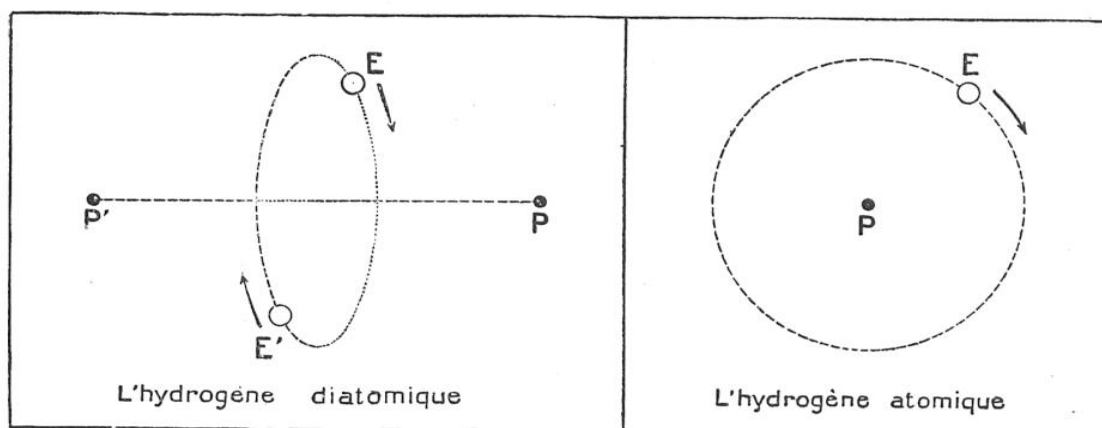

FIG. 4 ET 5. — COMPARAISON ENTRE L'HYDROGÈNE ORDINAIRE ET L'HYDROGÈNE ATOMIQUE
à la fois, 2.000 fois plus fin et 2.000 fois plus lourd que l'électron. Par suite, la molécule d'hydrogène a la structure représentée par la figure 4 : P et P' sont les deux protons ; E et E', les deux électrons ; les deux protons sont fixes et les électrons tournent sur une circonférence située dans le plan perpendiculaire mené à P P' en son milieu.
Les lois de la chimie physique permettaient de prévoir qu'à très haute température, les molécules d'hydrogène diatomique (fig. 4) seraient capables de se scinder en deux, pour donner deux molécules d'hydrogène atomique (fig. 5). De plus, la proportion d'hydrogène atomique dans le mélange gazeux ainsi obtenu sera d'autant plus considérable que la température sera plus élevée. C'est le savant américain Irving Langmuir (1) qui fit les expériences les plus précises à ce sujet. Ainsi à 3.600°
Jetons encore un coup d'œil sur les figures 4 et 5. Les températures élevées réussissent à scinder l'ensemble de deux protons P et de deux électrons E (fig. 4) en deux ensembles (fig. 5), formés chacun d'un seul